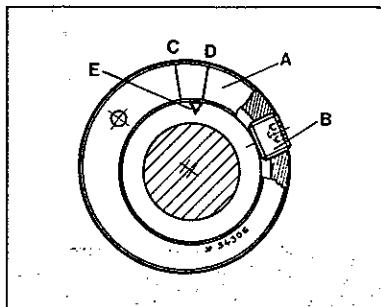
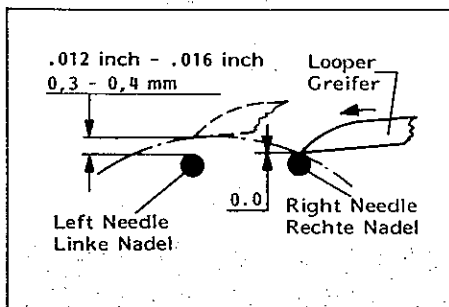

Fig.67
Fig.68
After loosening the eccentric set screw (B, Fig. 67) the eccentric (A) can be turned within the area of C and D to obtain a distance of 0.3 - 0.4 mm (.012 - .016 in.) (Fig. 68) between the left needle and looper point, when the looper moves from right to left. This adjustment is made at the factory. As a basic adjustment set mark (D) approx. to mark (E).
Nach Lösen der Schraube (B, Fig. 67) wird der Exzenter (A) im Bereich zwischen C und D so eingestellt, daß der Abstand zwischen der linken Nadel und der Greiferspitze 0,3 - 0,4 mm beträgt (Fig. 68), wenn der Greifer sich von rechts nach links bewegt. Diese Einstellung erfolgt im Werk. Als Grundeinstellung stellen Sie die Markierung (D) ungefähr auf (E).